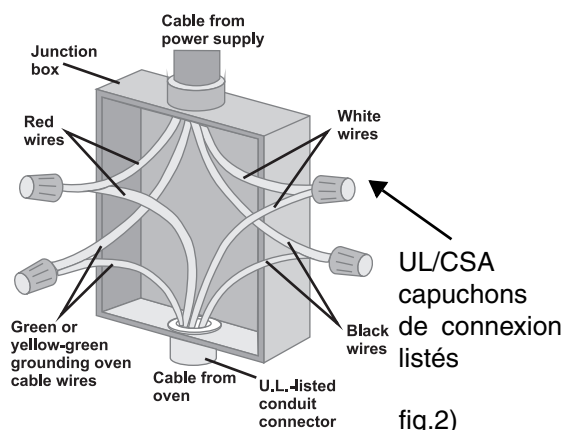

fig.2)
- Connectez la borne ou fil neutre à la branche neutre du circuit de la manière habituelle (voir fig. 2 au-dessous)
Référez-vous à la **figure 2**,